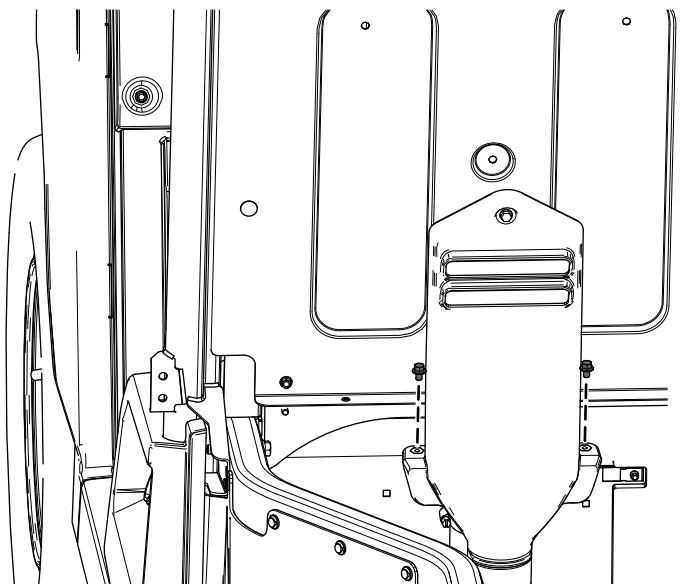

Figura 23
- A. Retire los 2 pernos con arandela prensada ($\frac{1}{4}" \times \frac{3}{8}"$) de la cubierta de admisión de la CVT (Figura 23).